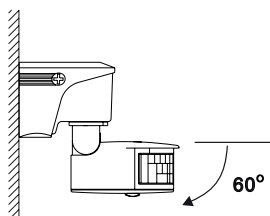

FIG.13
5. Ajuste la cabeza del detector dirigiéndola hacia la dirección en que la persona sea detectada. (Ver FIG.13)